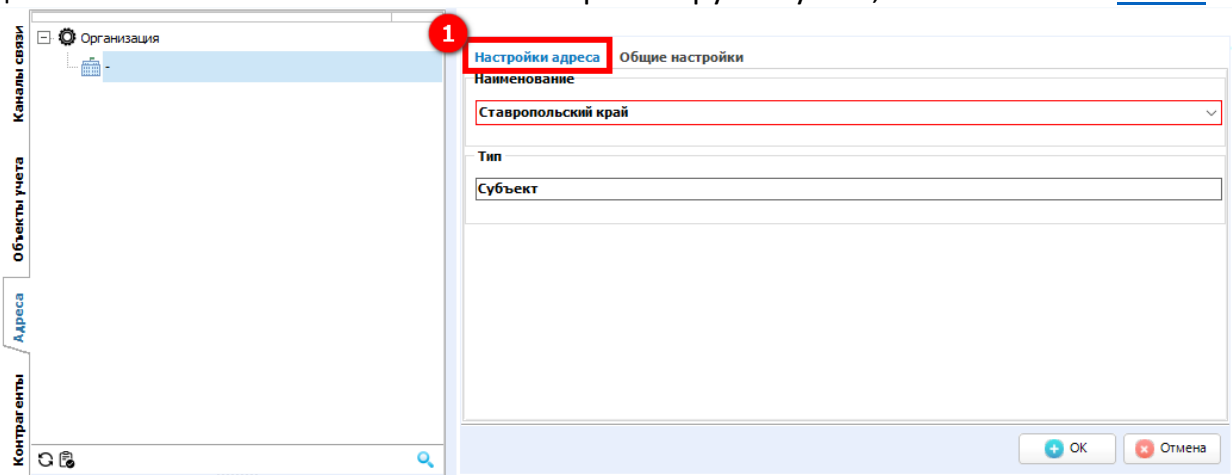
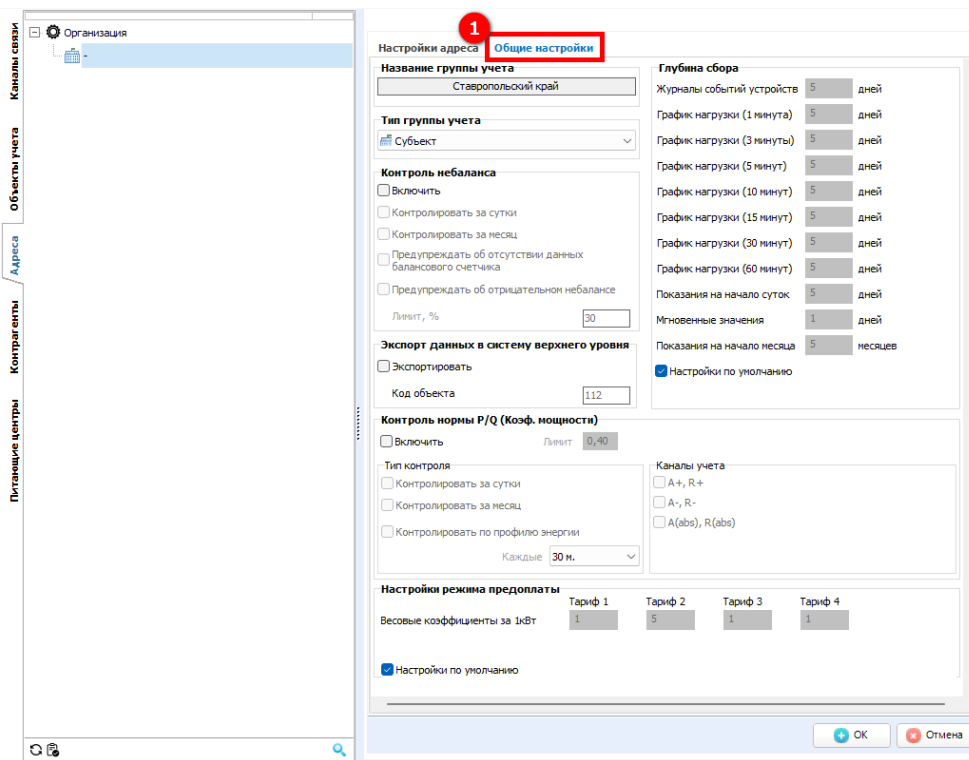

Рисунок 348 – Добавление абонента – Настройки адреса
Рисунок 349 – Добавление абонента – Общие настройки
При выборе любого из компонентов будет открыто окно с двумя доступными вкладками: вкладка **Настройки адреса** (1) (см. рисунок 348), где необходимо указать наименование выбранного компонента, и вкладка **Общие настройки** (1) (см. рисунок 349), в которой можно задать необходимые настройки для абонента. Заполнение полей данной вкладки аналогично заполнению полей настройки группы учета, описанной в п. 4.11.1.